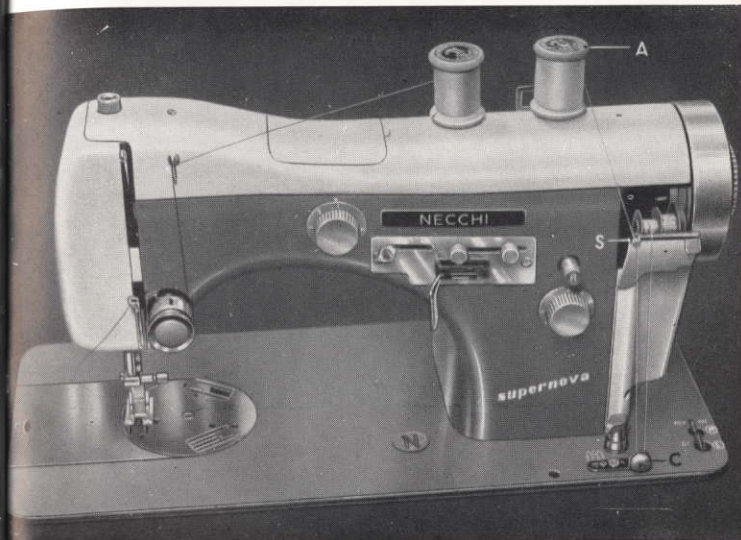

Fig. 14
- c) Plaats de garenklos op pen « A » (fig. 14). Haal de draad van deze klos door de draadgeleider « S » en wel op de volgende manier: